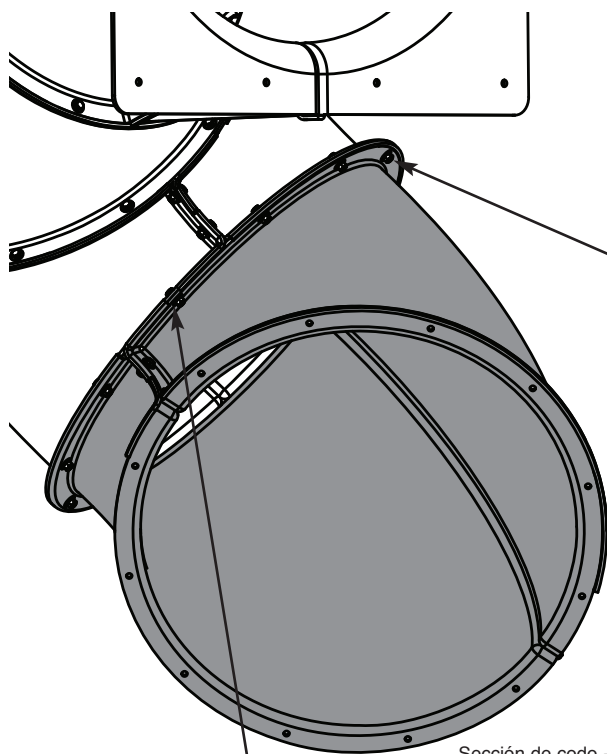

Fig. 4
1. Alinee el tercer codo para que el agujero n.º 1 quede alineado con la apertura de la pestaña, como lo muestra la (Fig. 4) y la (Fig. 4c) y ubíquelo en su lugar.
1. Alignez le troisième coude de sorte que le trou n° 1 s'aligne avec l'ouverture de la bride illustrée sur les (Fig. 4) et (Fig. 4c) et fixez-le.